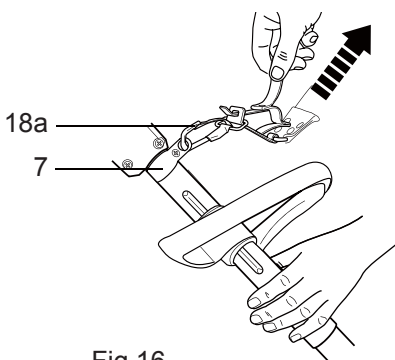

Fig.16
- > En cas d'urgence, tenez de la main gauche la partie supérieure du tube puis, de la main droite, tirez sur la corde (Fig. 16). La barre de verrouillage sera automatiquement éjectée du mousqueton du fait du poids de l'appareil.